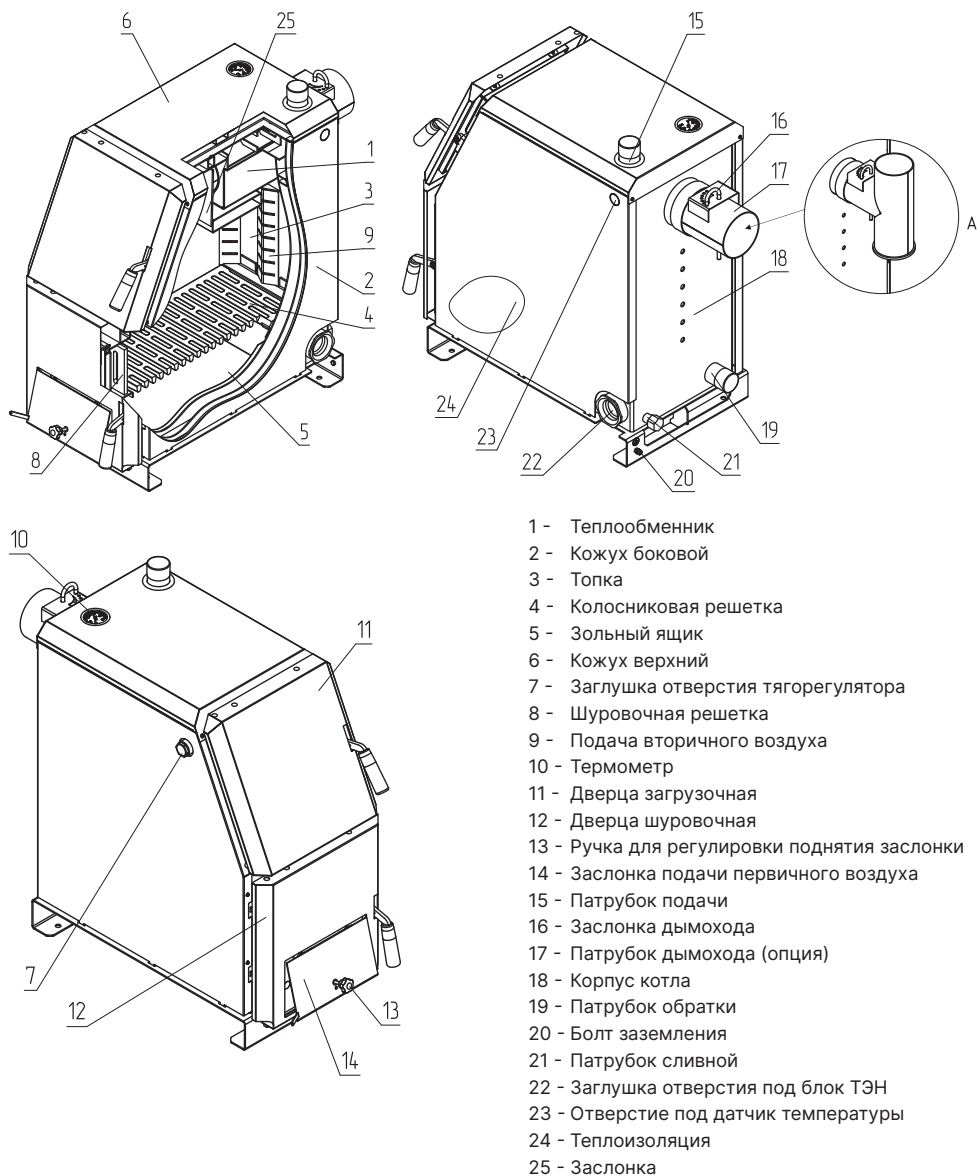

Рис. 1 Устройство котла ZOTA Forest
- Зольного ящика (**Рис. 1, поз. 5**);
- Заслонки (**Рис. 1, поз. 25**);
- Шуровочной решетки (**Рис. 1, поз. 8**);
- Установка блоков ТЭН происходит в нижней части котла вместо заглушки (**Рис. 1, поз. 22**);
- Датчик температуры панели управления устанавливается в гнездо (**Рис. 1, поз. 23**) на боковой стенке котла.